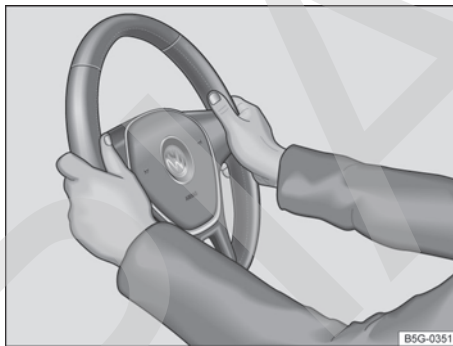

Fig. 54 En el volante: posición equivalente a las 9 y las 3 horas.
- Ajuste el volante de forma que pueda sujetarlo con las dos manos por los lados, por su parte exterior, en la posición equivalente a las 9 y las 3 horas ⇒ fig. 54 con los brazos ligeramente flexionados ⇒ ⚠.
- Con el fin de reducir el peligro de sufrir lesiones en caso de que se dispare el airbag frontal del conductor, durante la conducción sujete siempre el volante por los lados, por su parte exterior, con las dos manos en la posición equivalente a las 9 y las 3 horas ⇒ fig. 54.